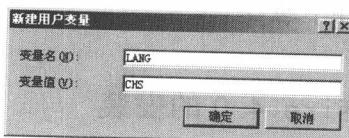

图 1-4 【新建用户变量】对话框
(3) 在【Administrator 的用户变量】选项组下方的按钮组中单击【新建】按钮，弹出【新建用户变量】对话框，如图 1-4 所示。在此对话框中可以设置 Pro/E 系统界面使用的语言环境。